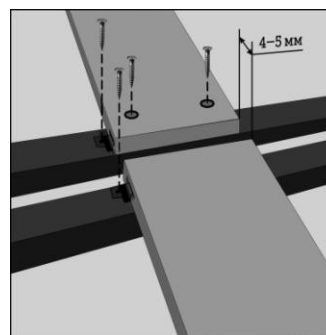

Рисунок 5
- На каждый конец доски предусмотрите одну опорную лагу (рис.5);
- Предусмотрите компенсационные зазоры у всех неподвижных ограничителей, стен зданий, колодцев, садовых оград, бордюров, опор, водосточных труб и т.д., шириной не менее 20 мм (рис.5);
- Массивная террасная доска с пропиленным по бокам пазом (рис.5), крепится аналогично террасной доске с пазом;
- Массивная террасная доска без паза крепится перпендикулярно к лаге при помощи шурупов (рис.5), причем в доске отверстие под шуруп сверлится диаметром больше диаметра ножки шурупа, но меньше диаметра шляпки. Чтобы шуруп, только прижимал доску, а не скручивал ее с лагой. Шуруп может закрываться колпачком или клеем в цвет доски с наполнителем из древесно-полимерного композита. Доски устанавливаются на лаги с соблюдением карт настила, чтобы получить общий настил из отдельных независимых карт. Доски закрепляются с помощью шурупов в самом центре лаги на расстоянии не менее 15 мм от края, чтобы избежать разрушения композитного материала. После этого, также без лишних усилий, закрепляется следующая доска. По желанию зазор между досками регулируется, но не менее 3мм.